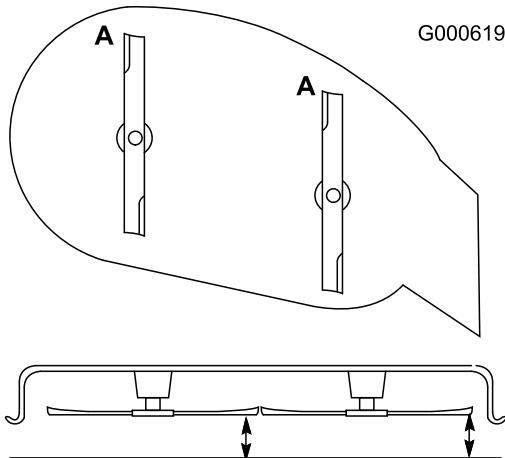

**Figure 36**
1. Examinez le tranchant des lames (Figure 36). Si elles ne sont pas tranchantes ou si elles présentent des indentations, déposez et affûtez les lames (voir Affûtage des lames).
2. Inspectez les lames, surtout la partie incurvée (Figure 36). Remplacez immédiatement toute lame endommagée, usée ou qui présente une entaille (repère 3 de la Figure 36).